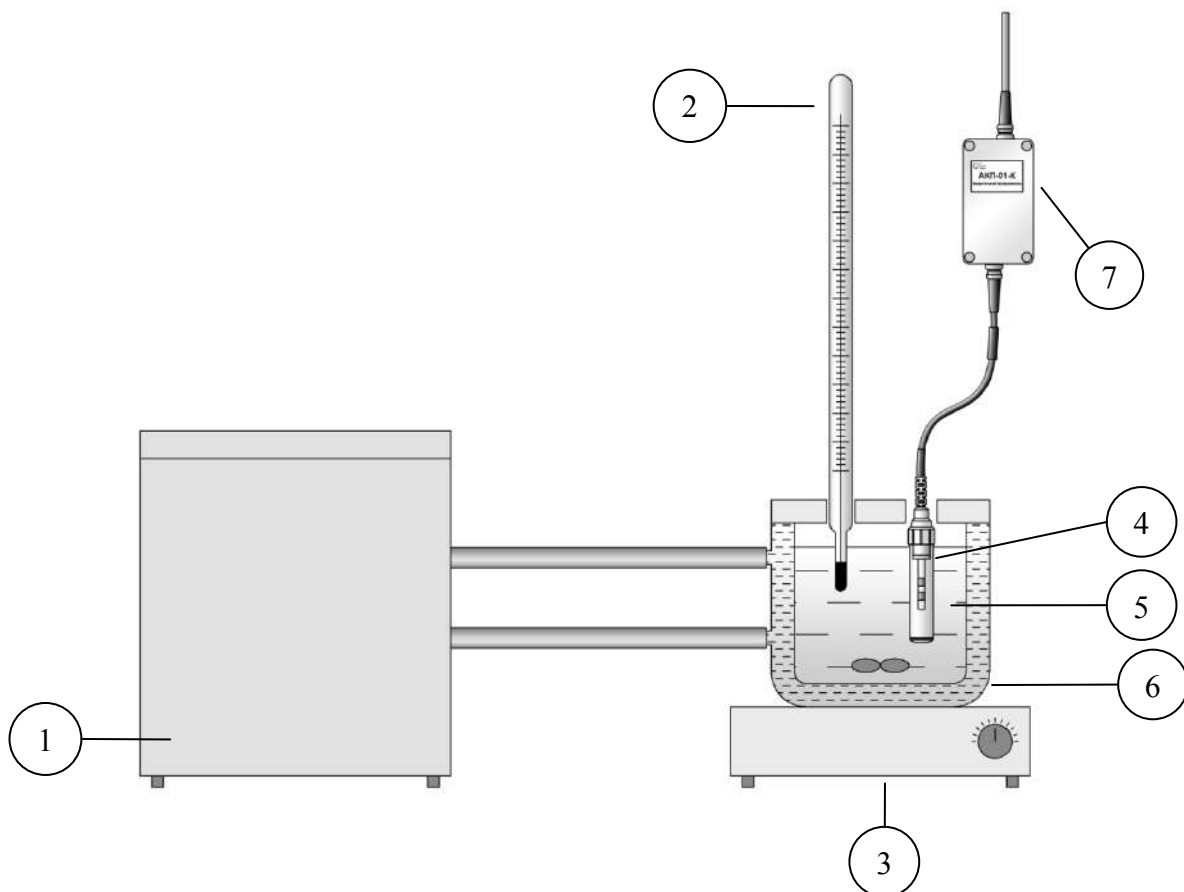

Рис. 4.1. Схема установки испытаний анализатора кондуктометрического АКП-01-2К.
Для определения погрешности методом прямых измерений собирают установку в соответствии со схемой показанной на рис. 4-1, и проводят следующие операции:
4.6.4.1. Определение предела допускаемой абсолютной погрешности измерений температуры проводят на отметках 5, 25, 50 °С шкалы поверяемого анализатора путем сравнения его показаний с показаниями термометра (ТЛ-4 или термометр более высокого класса точности). Для этого используют установку, показанную на рис. 4-1. Термостатируемый стакан наполняют водой.
4.6.5.1. Определение изменения предела допускаемой основной абсолютной погрешности измерений УЭП в режиме приведения при изменении температуры анализируемой жидкости проводят на отметках 5, 25, 55 °С шкалы температуры поверяемого анализатора при включенном режиме автоматической термокомпенсации. Для этого используют установку, показанную на рис. 4-1. Термостатируемый стакан поочередно заполняют растворами, описанными в таб. 4.2.